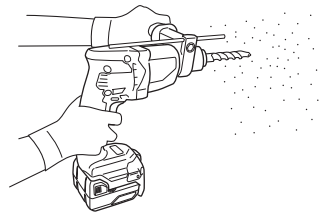

图 14
(2) 将钻头尖端放在钻孔位置，然后拉动开关扳机。（图 14）
(3) 使用电动锤钻进行作业时，不需要用力推压。只要稍加按压，让钻碎的粉尘徐徐排出即可。
钻头碰到建筑物的钢筋时会立即停止转动。但电动锤钻又将随即转动（如图 14），因此，必需握紧侧柄和操作柄。